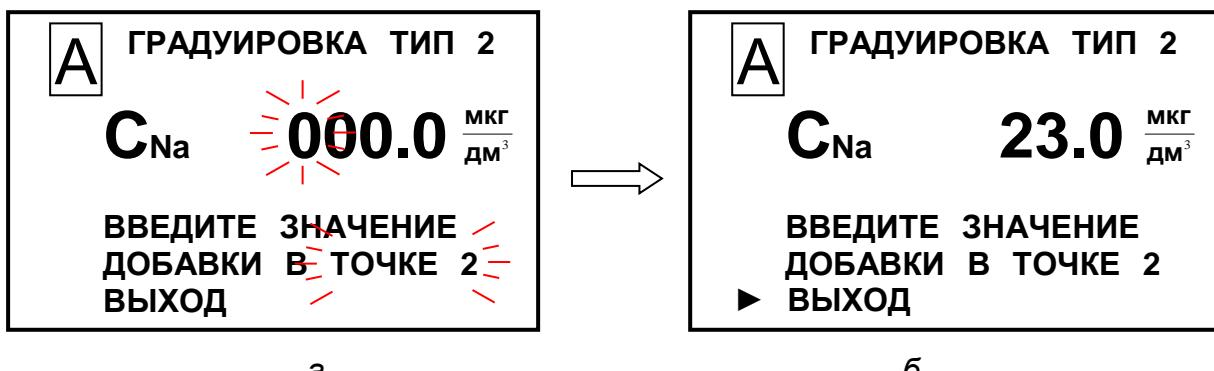

Рисунок 3.27
- 23 Ввести на экране (рисунок 3.27а) значение 23,0 мкг/дм3.
- 24 Установить маркер «▶» на строку ВЫХОД (рисунок 3.27б) и нажать кнопку «**МЕНЮ** / **ВВОД**». Появится экран в соответствии с рисунком 3.28.